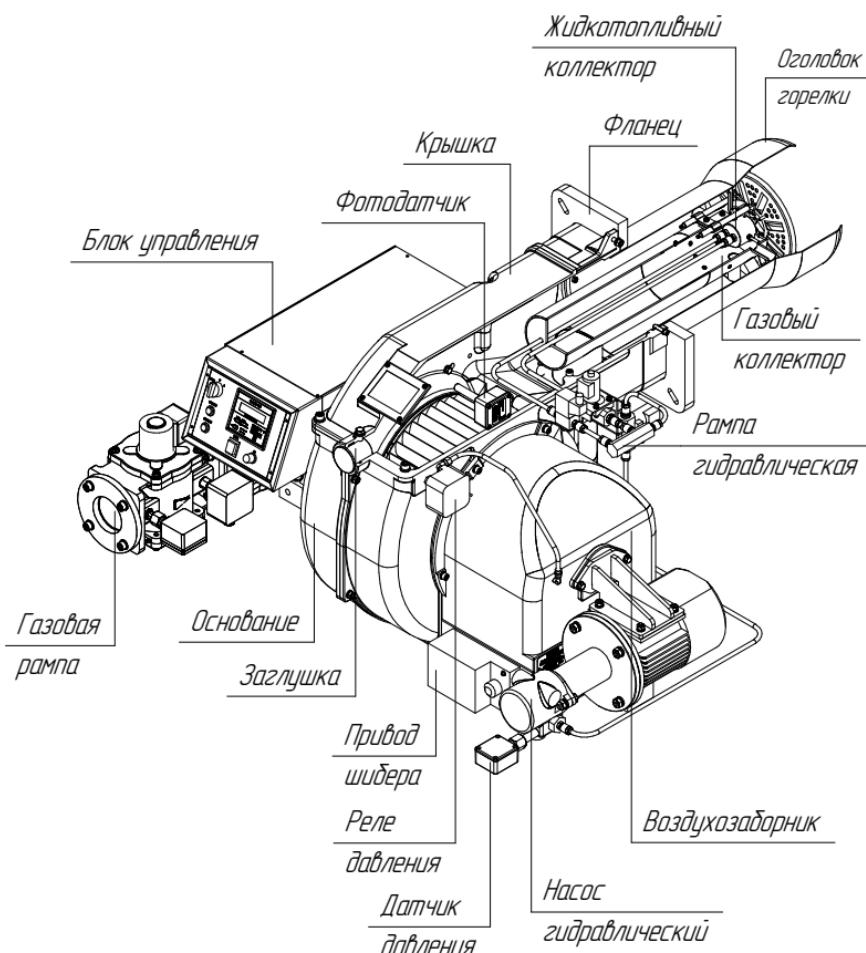

Рис.1.Общий вид горелки блочной комбинированной «EMMA».
1.2. Основные технические характеристики горелок приведены в таблице 1, общий вид горелки ЕММА на рис.1.
3) **Блок управления САФАР-410** (см. рис.1) смонтирован на горелке и предназначен для управления работой горелки, программного розжига и автоматической блокировки при возникновении аварийных ситуаций.